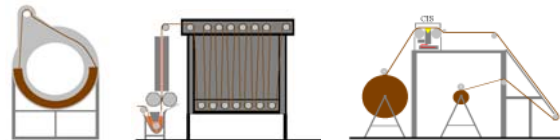

Bild 5: Zwischenkontrolle
- b) Warenzwischenkontrolle (Bild 5)